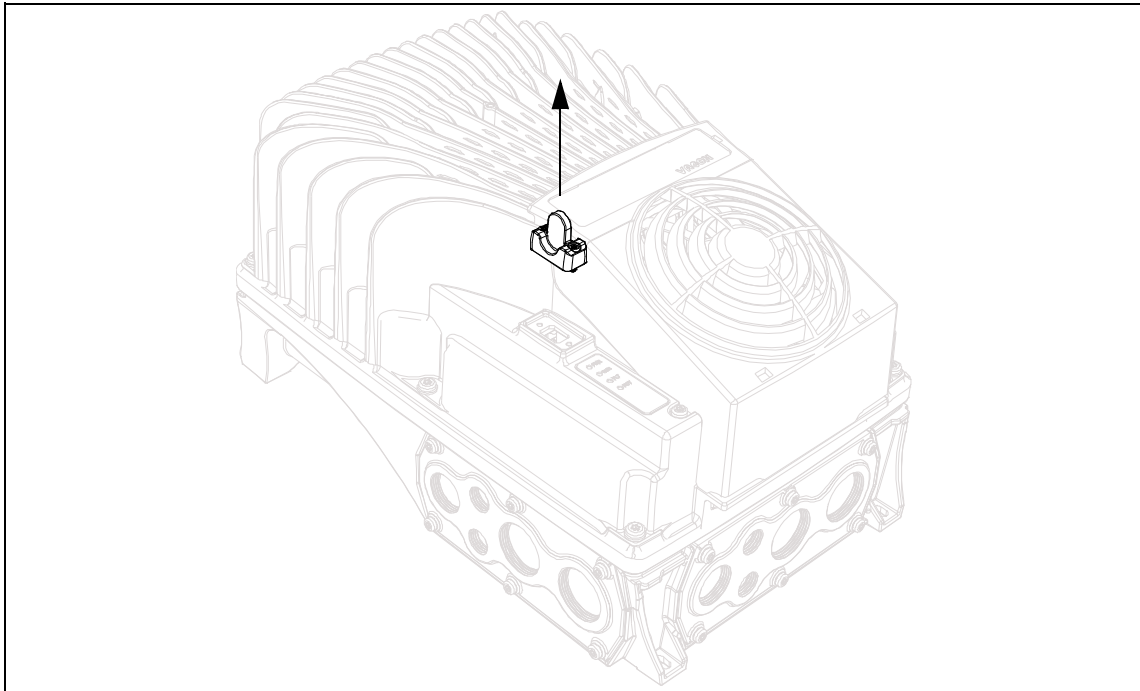

Figura 53. Rimozione del tappo HMI dall'inverter.
- Rimuovere il tappo di chiusura del connettore HMI dall'inverter come mostrato nella Figura 53.